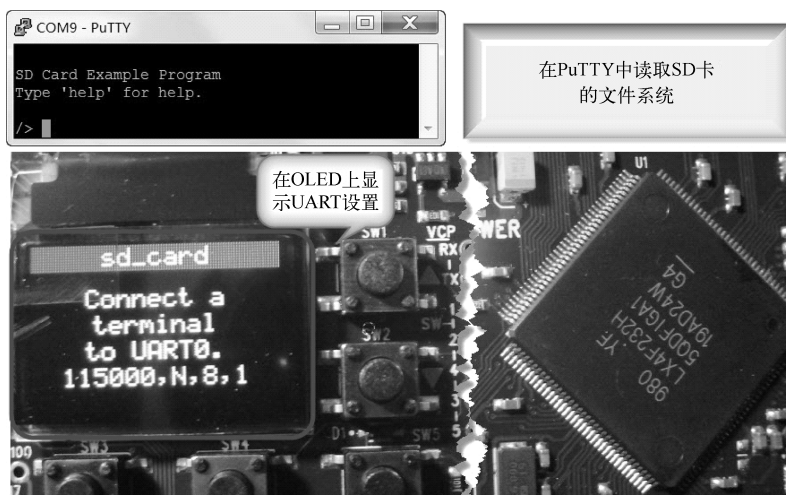

图 15-23 在 PuTTY 中读取 FatFS
- ① 将 .axf 文件下载到 BD-LM4F232 评估板中。
- ② 打开 PuTTY, 在按下板上的重启按钮后, 如图 15-23 所示。